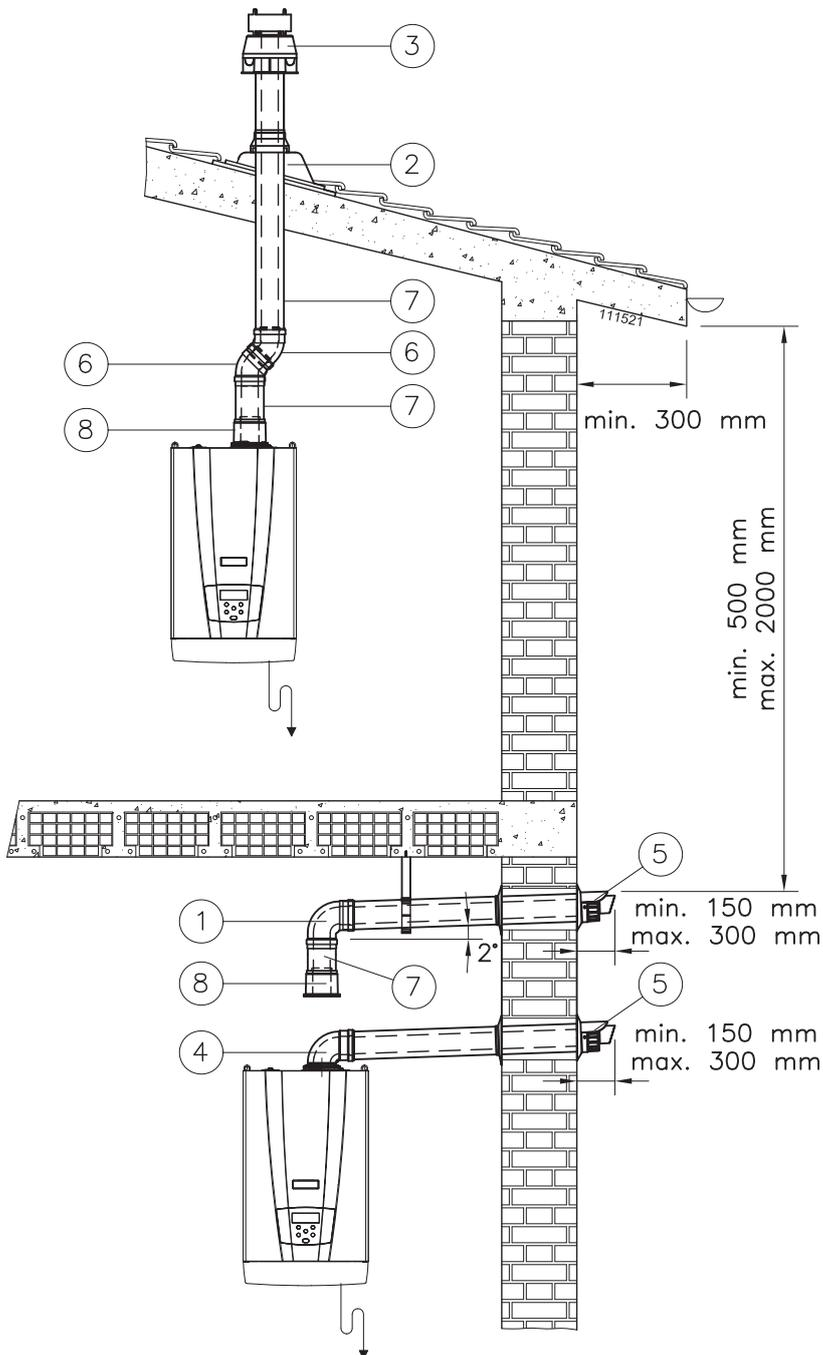

Figura 5-32 - Ejemplos de instalación de conducto coaxial
**¡¡¡ATENCIÓN!!!** Tras realizar estas operaciones verifique que el terminal de evacuación/aspiración mire hacia afuera según los márgenes de tolerancia reseñados en la Figura 5-32.
Al realizar una salida coaxial (véase la Figura 5-32), tanto vertical como horizontal, es indispensable inclinar el conducto de evacuación hacia arriba de modo que el condensado fluya hacia el interior del aparato.
**¡¡¡ATENCIÓN!!!** El terminal horizontal debe estar protegido contra entradas accidentales de agua de lluvia. A tal fin, debe instalarse bajo aleros (o salientes, balcones o protecciones específicas) que presenten las dimensiones mínimas indicadas en la Figura 5-32.